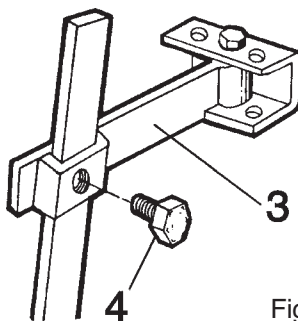

Fig. 4
- Positioneer stuurstang (3) zodanig dat deze zich ter hoogte van het middelste gat bevindt, bevestig hem vervolgens met de daarvoor bestemde schroef en zelf-blokkerende moer. De stanghoogte is regelbaar.
- Draai schroef 4 los, afstellen en weer vastzetten (Fig. 4).